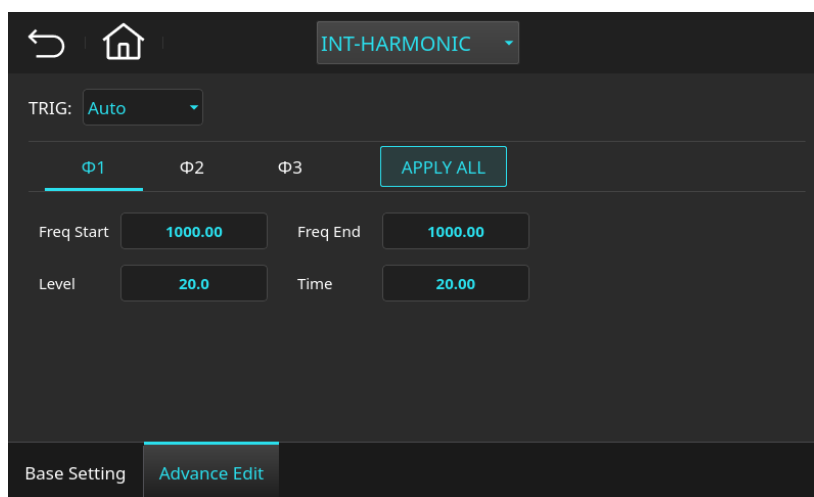

图 5-32 间谐波模式(Interharmonic)设定页面(第一相设定范例参数)
5. 设定 TRIG=Auto, 编辑参数如下图 5-32 所示。